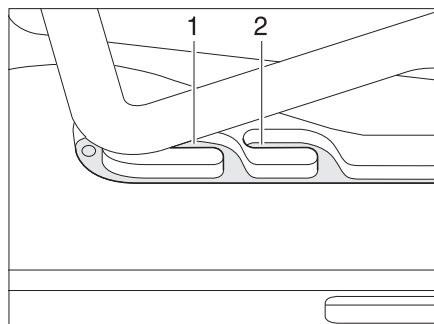
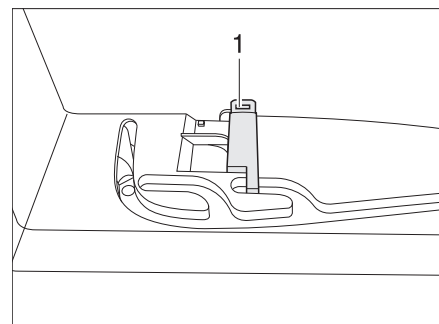

Bild 48 Heki-takluckan i ventilationsläge
Bild 49 Lås ventilationsläge
Heki-takluckan kan ställas i två ventilationslägen: Läget för dåligt väder (Bild 48,1) och mittläget (Bild 48,2). Beroende på modell kan takluckan låsas i mittläget med spärren (Bild 49,1).
- Tryck bygel lätt uppåt och skjut in den i det valda spåret (Bild 48,1 eller 2) och lås eventuellt.